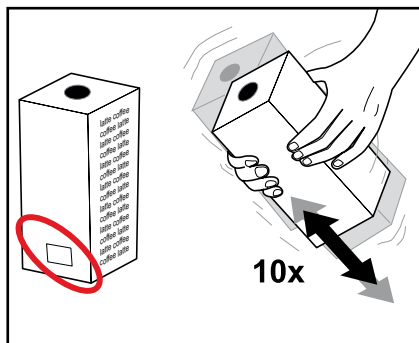

Fig. 18
Læs anvisningerne på produktpakken. Brug aldrig en ødelagt produktpakke. Brug ikke produktpakker, hvor „Bedst før“-datoen er udløbet (fig. 18).
3. Ryst produktpakken mindst 10 gange (fig. 18).